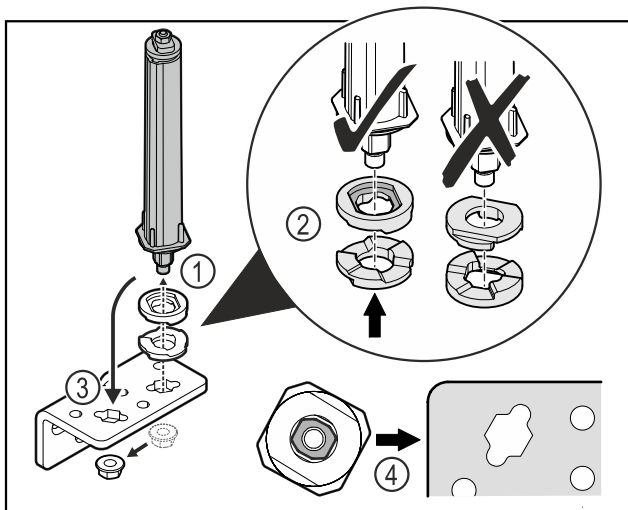

Fig. 47
- ▶ Lossa muttern och ta bort dörrlåssystemet Fig. 47 (1).
- ▶ Se till att rikta brickorna för höjjustering korrekt Fig. 47 (2).
- ▶ Montera om dörrlåssystemet i gångjärnsfästet och fixera med muttern Fig. 47 (3).
- ▶ Kontrollera att dörrlåssystemet är korrekt riktat vid monteringen Fig. 47 (4).